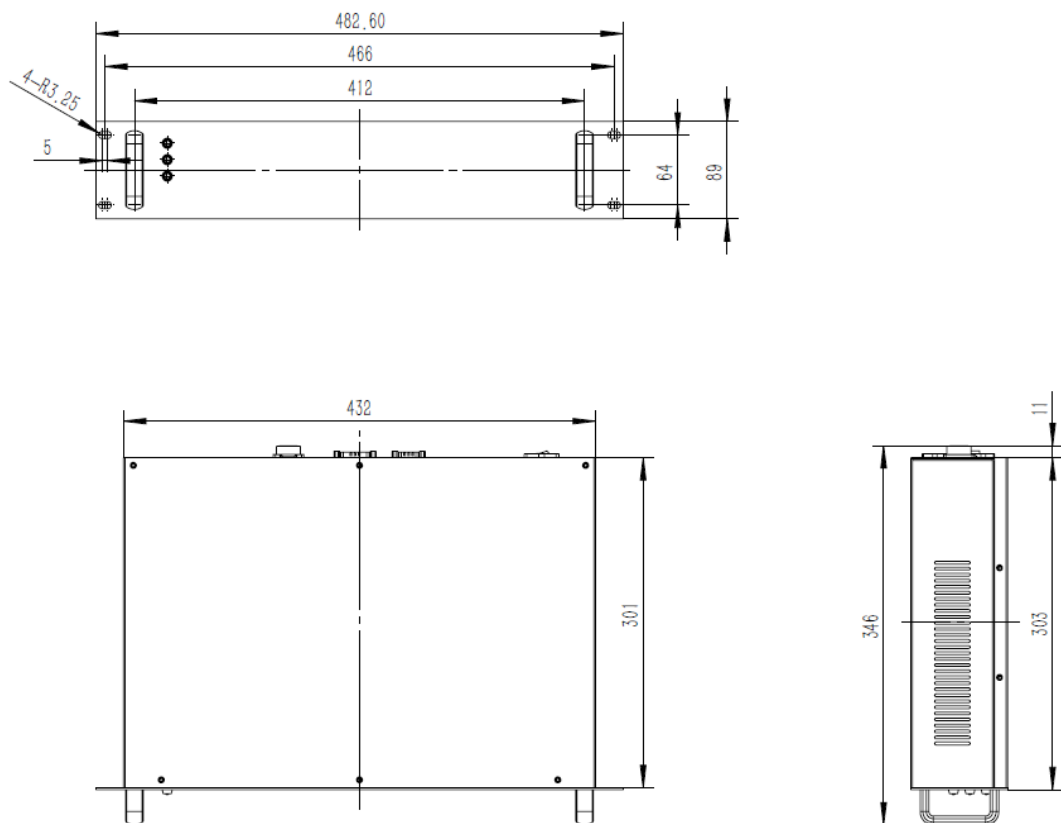
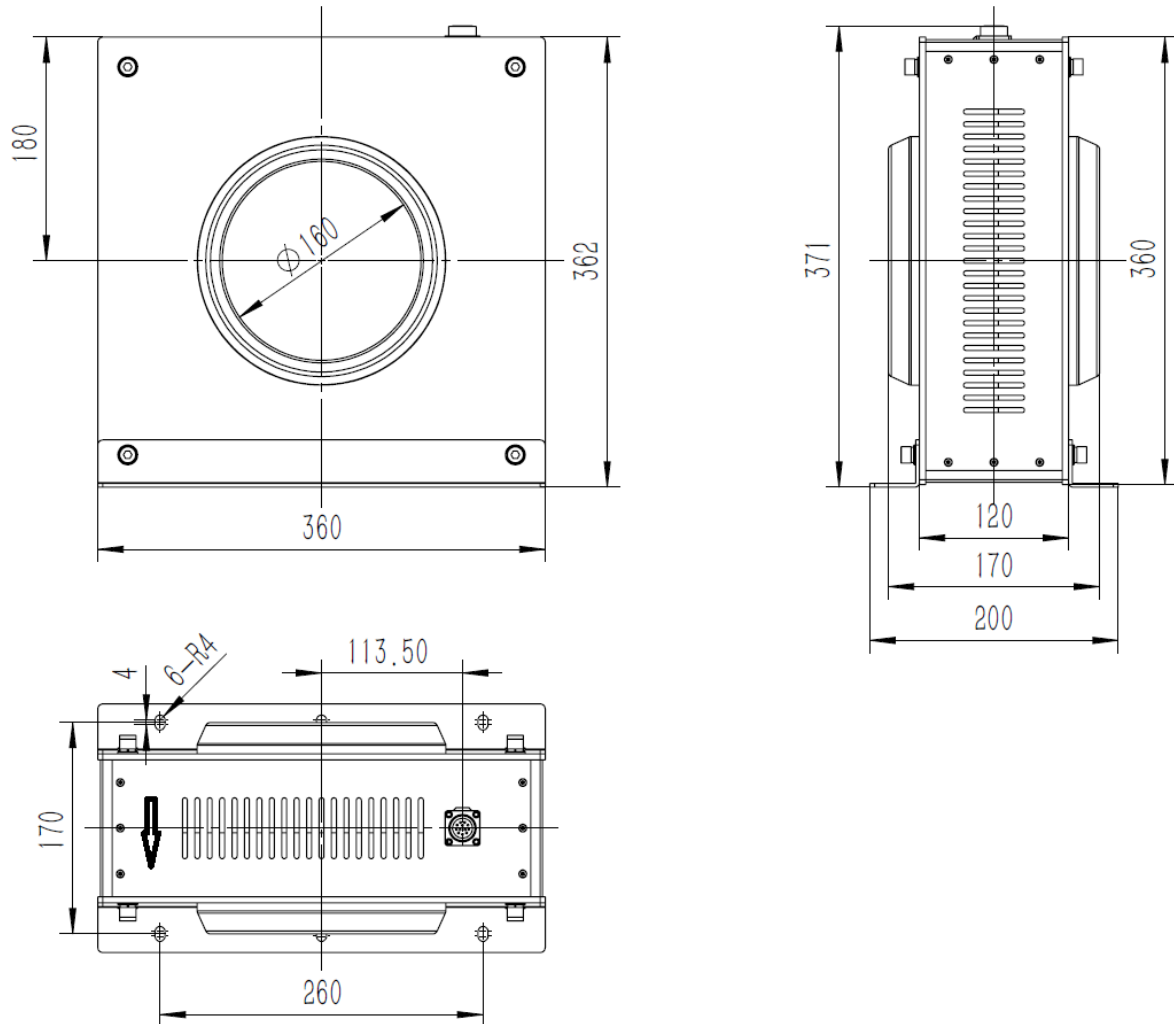

图 1 主机外形尺寸
图 2 探头尺寸图
7.1. 主机和探头外形及尺寸图(见图 1 和图 2 单位：mm)